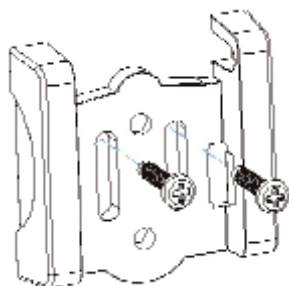

Рисунок 6
• Прислоните штифт-пластину к транцу. Используя герметик, слегка закрепите ее двумя 4x15 болтами (Рисунок 6);